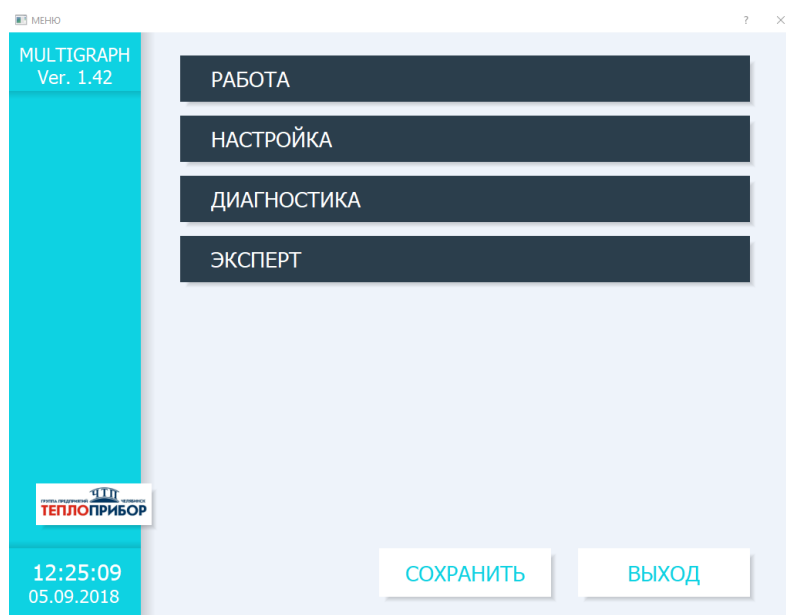
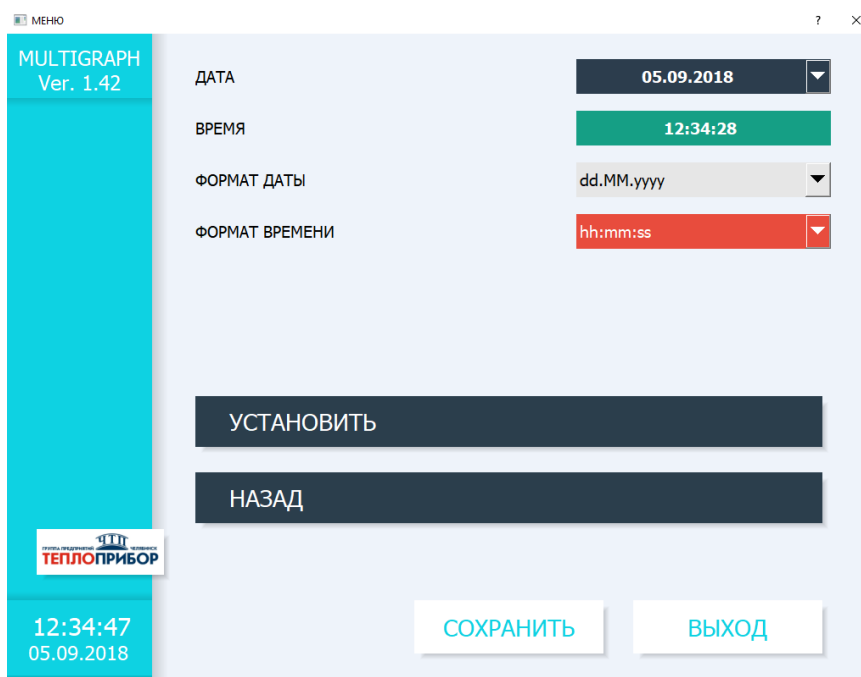

Рисунок 2.2 – Настройки в главном меню прибора «Мультиграф»
Рисунок 2.3 – Окно начальной установки
2.3.6.1 В главном меню прибора имеется два режима установки: «Настройка» и «Эксперт» (рисунок 2.2). Все настройки необходимые для эксплуатации прибора загружаются при начальной установке (рисунок 2.3), дополнительные настройки – при экспертной (например, код прямого доступа, сервис).